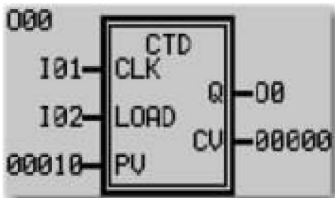

图 1-14 组态 CTD 功能块
- 8) 按“OK”键两次保存修改。组态 CTD 功能块如图 1-14 所示。